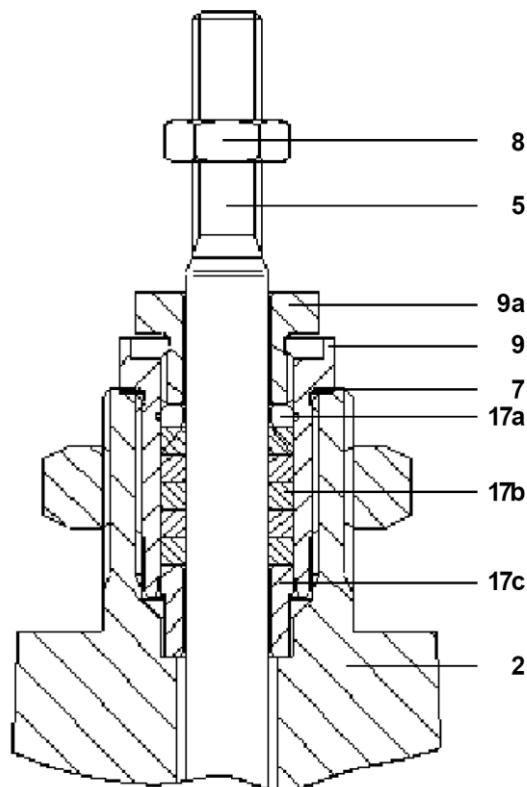

Fig. 5
- Verwijder de borgmoer (8).
- Schroef de pakkingmoer (9) en verwijder de pakkingringen (11 + 17).
- Onderzoek de onderdelen op mogelijke beschadigingen en vervang indien nodig. Vuil op de klepsteel (5) kan de pakkingringen snel weer beschadigen. Vervang indien nodig de klepsteel
- Monteer een nieuwe set grafiet pakkingringen (17). Zorg ervoor dat het balgmembraan niet beschadigd wordt. Zie sectie 4.2.2.
- Span de pakkingmoer (9a, fig. 5) slecht vingervast aan.
- Controleer of de klepsteel (5) vrij kan bewegen.
- Plaats de borgmoer (8) terug.